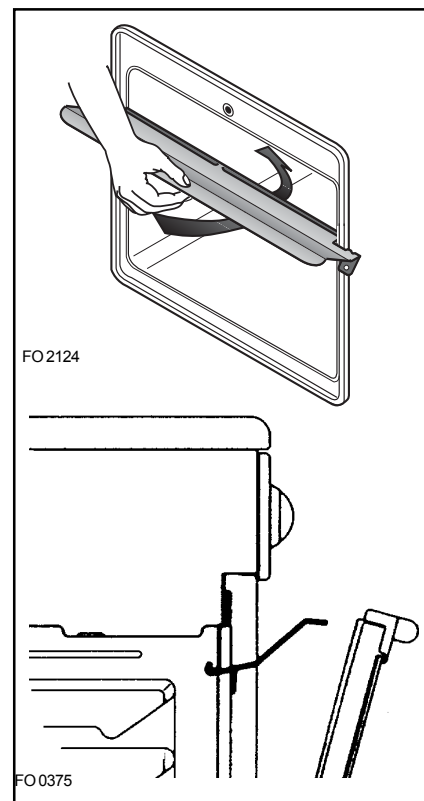

Рис. 5
**⚠ Мод. ЕКГ 5600: во время работы гриля держите дверцу духовки приоткрытой, а также установите экран, защищающий ручку от перегрева (рис. 5).**
**Модель EKG 5600:** при приготовлении с использованием вертела рекомендуем вам оставлять дверцу духовки приоткрытой и укреплять защитный экран, как показано на рис.5.